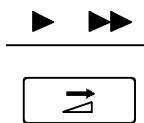

图 5-20 用【调速】键调整图像浓度
② 制作版纸之后使用【调速】键调整图像浓度，如图 5-20 所示，按【调速】键降低印